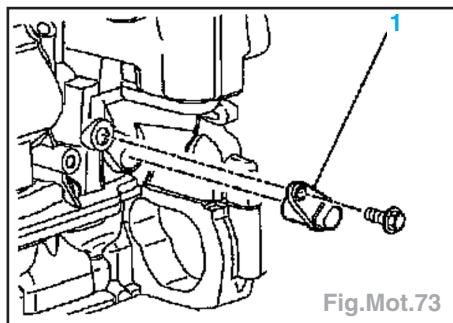

Fig.Mot.73
- le capteur d'impulsions (1)(Fig.Mot.73).